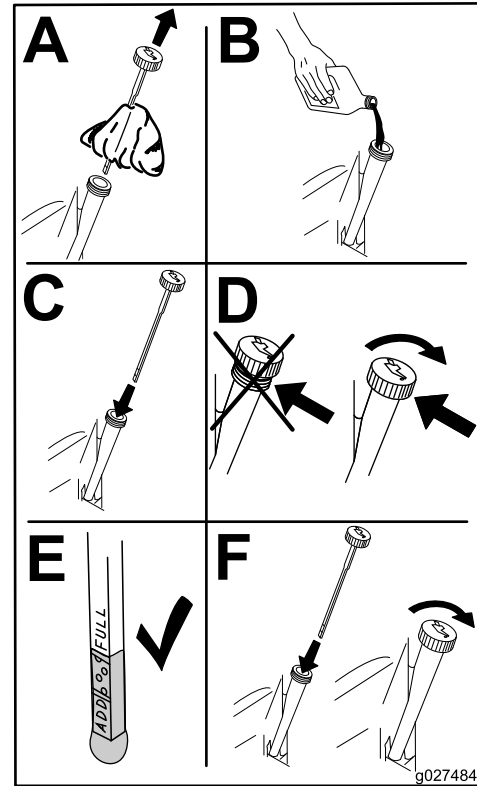

Figura 32
6. Coloque lentamente cerca de 80% da quantidade de óleo especificada no orifício de enchimento (Figura 32).
7. Verifique o nível de óleo; consulte Figura 32.